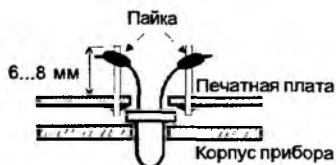

Рис. 5. Способ установки светодиодов
- в контактные отверстия светодиодов запаяйте проволочные штыри согласно рис. 5 (можно использовать обрезки от выводов элементов), подпаяйте кассету питания;
- в отверстия корпуса вставьте светодиоды, смонтируйте плату в корпусе и распаяйте светодиоды (рис. 5) в соответствии со схемой;